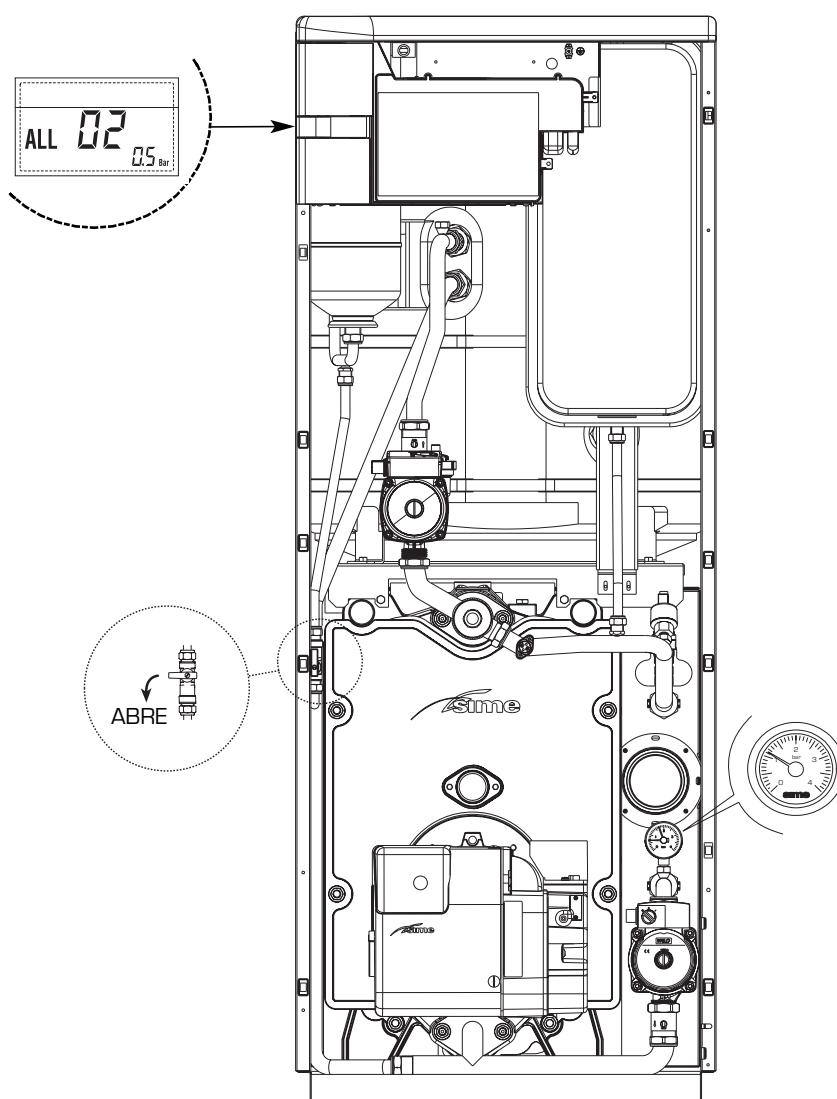

Fig. 15/1
- ANOMALÍA BAJA PRESIÓN AGUA "ALL 02" [fig. 15/1]
- **ANOMALÍA ALTA PRESIÓN AGUA "ALL 03"** (fig. 15/2)
- **ANOMALÍA SONDA IDA CALEFACCIÓN "ALL 05"** (fig. 15/4)